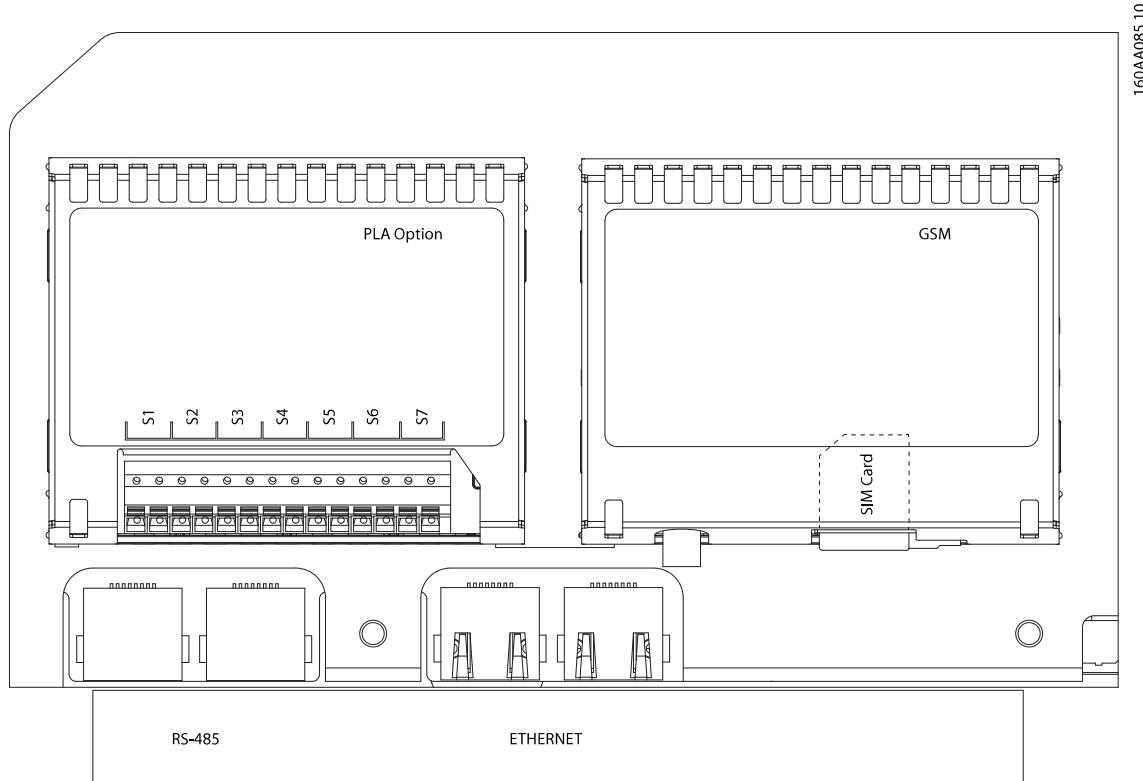

Abbildung 1.3 Kommunikationskarte - offene Position
2. Schieben Sie die PLA-Option in einen der beiden Options-Steckplätze; (Options-Steckplatz 1 oder Options-Steckplatz 2), siehe Abbildung 1.3. Lassen Sie die Option auf beiden Seiten hörbar einrasten.